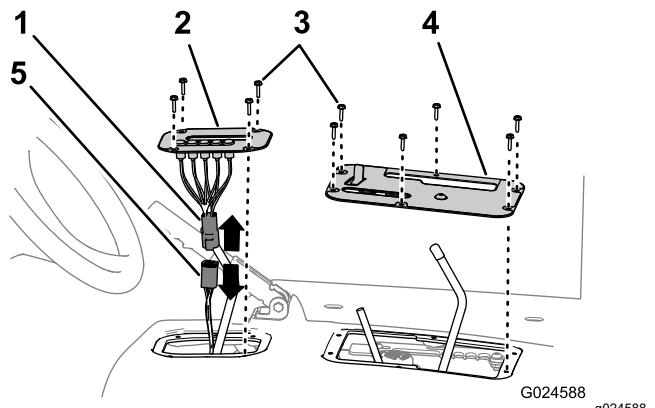

Figura 5
2. Remova os quatro parafusos de cabeça sextavada que prendem a cobertura do indicador de mudança ao resguardo do banco (Figura 5).
3. Eleve o indicador de mudança, desligue o conector do indicador do conector da cablagem da máquina e retire a cobertura do indicador da máquina (Figura 5).
4. Remova os seis parafusos de cabeça sextavada que prendem a cobertura do controlo ao resguardo do banco e retire a cobertura (Figura 5).